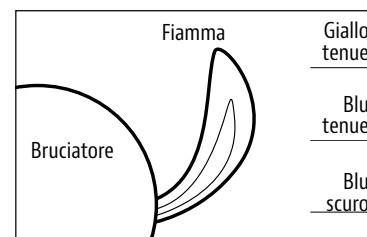

FIG. 3
9. Dopo l'accensione osservare la fiamma del bruciatore. Assicurarsi che tutte le bocchette del bruciatore siano accese e l'altezza della fiamma corrisponda a quella illustrata in figura. **Fig. 3.**